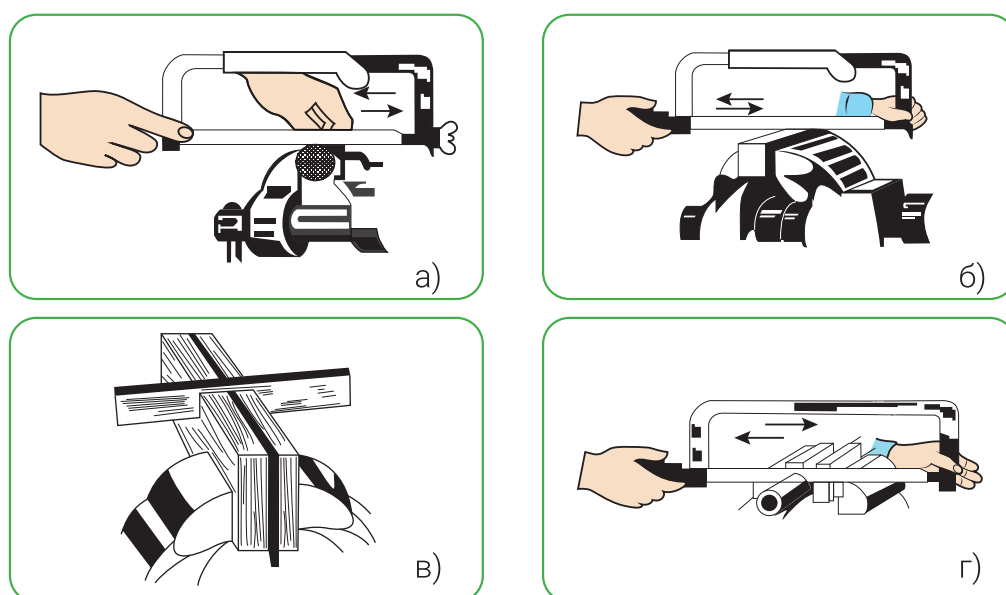

Рисунок 35. Способы распила: а) прута; б) полосы; в) жестянки; г) трубы.
- при распиле полос, листов, лент устанавливайте заготовки на 15-20 мм слева от губок тиска так, чтобы их толщина была не меньше длины трех зубов полотна (рис. 35 б);
- б) распил консервных банок. Жестяная банка помещается между деревянными брусками и распиливается вместе (рис. 35 в).
- поместить их между брусками так, чтобы их не деформировать (рис. 35 г);